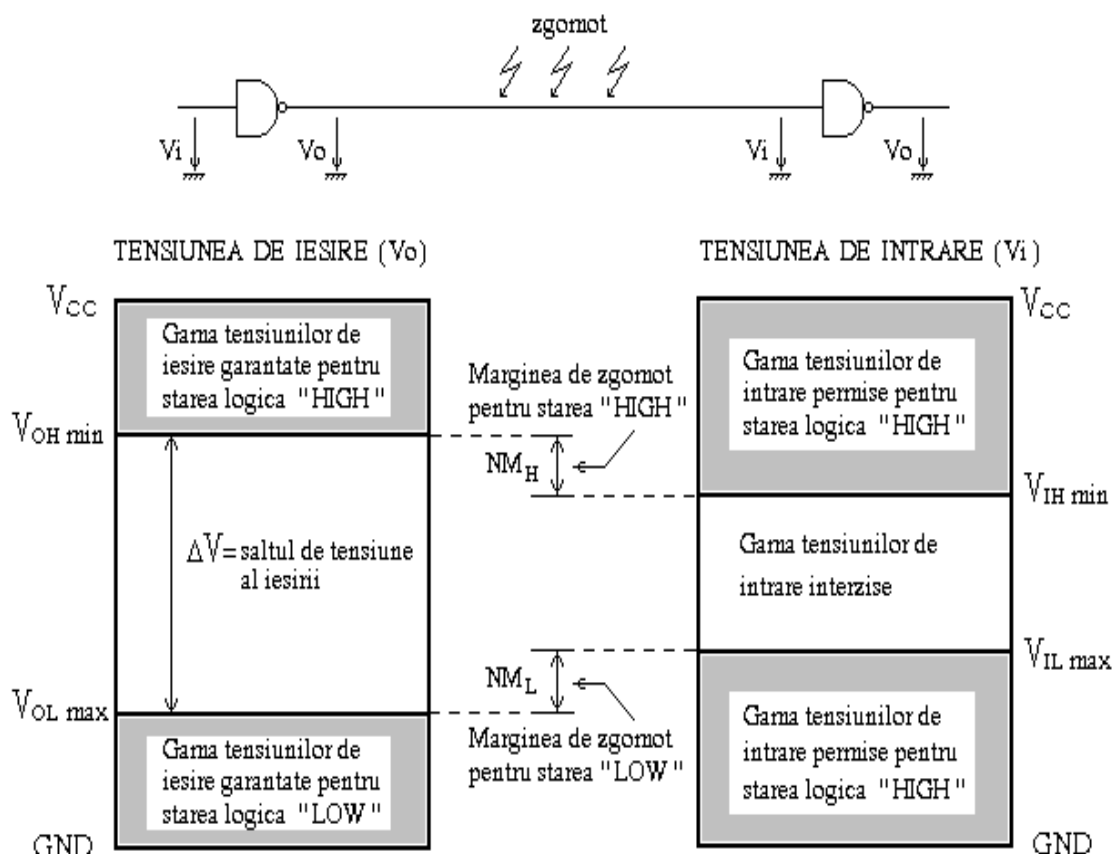

Fig.1. Nivelurile de tensiune asociate stărilor logice
- o Pentru a putea face distincție între cele două stări logice, benzile de tensiune asociate sunt separate de o bandă interzisă (vezi fig. 1).